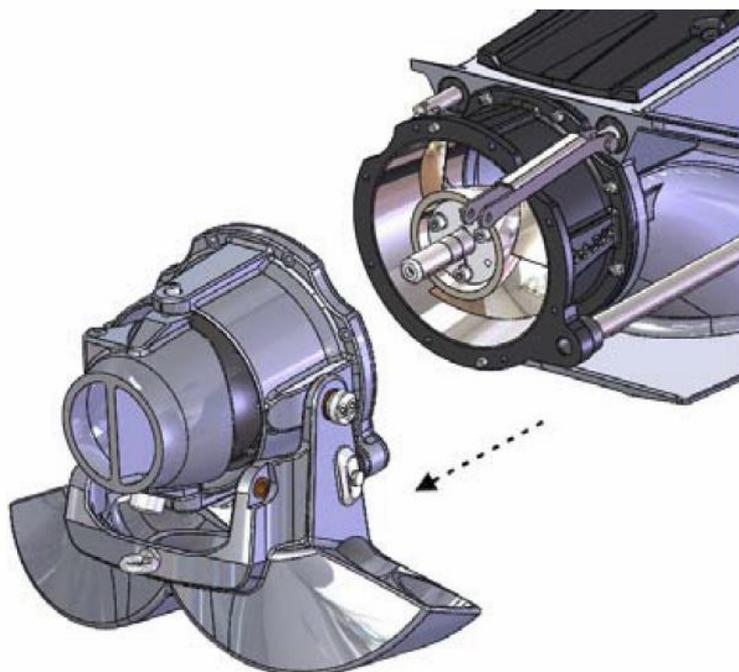

Figura 24. Smontaggio deflettore, statore ed ugello
3. Rimuovere deflettore, statore ed ugello insieme (figura 24)